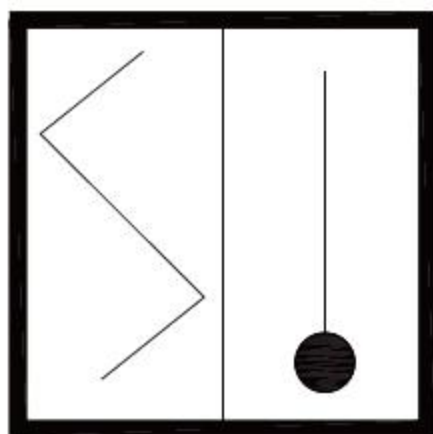

图8-136 最终结果
**07** 调用PL【多段线】命令，设置起点宽度、端点宽度均为20，绘制粗轮廓线的结果如图8-136所示。